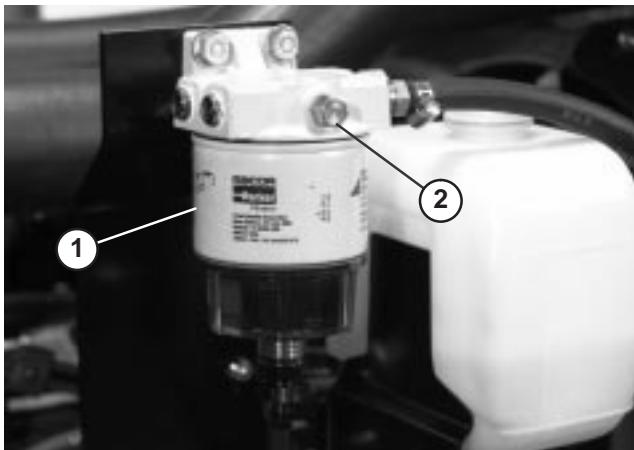

Figure 27
3. Ouvrez le bouchon d'aération sur le filtre à carburant/séparateur d'eau (Fig. 27).